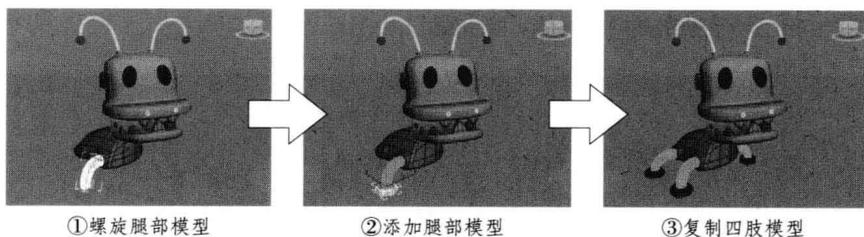

图4-7 添加四肢模型流程图
《卡通机械狗》机械模型第五流程（步骤）是添加四肢模型，制作又分为 3 个流程：①螺旋腿部模型、②添加腿部模型、③复制四肢模型，见图 4-7。